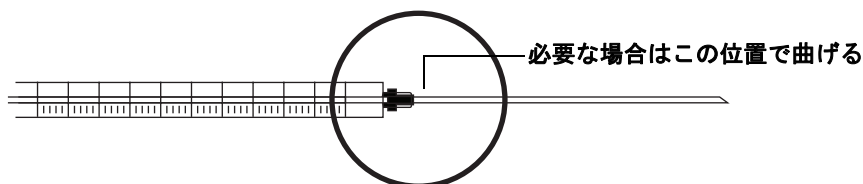

図 44 シリンジの点検
- 1 清潔な平らな面の端でシリンジを転がします。ニードルの先端が円を描く場合は、シリンジバレルに接続するニードルの付け根付近でニードルを少し曲げ、シャフトをまっすぐにしてから、再びシリンジを転がしてチェックします (図 44)。